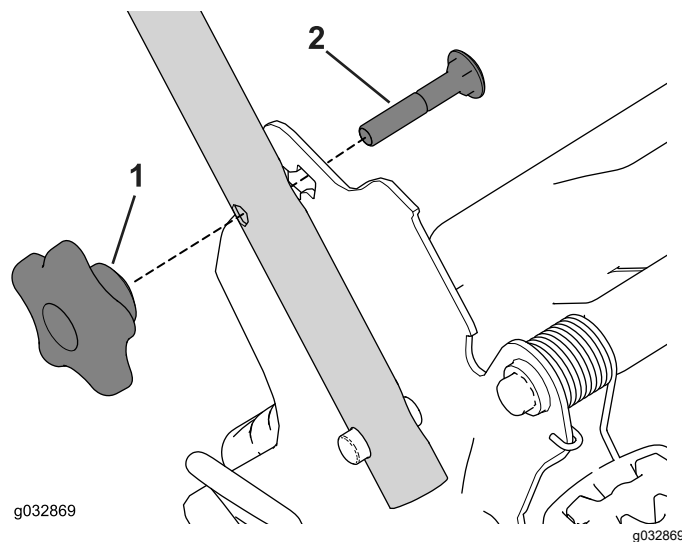

Рисунок 22
2. Снимите и сохраните две ручки и два каретных болта с кронштейнов рукоятки (Рисунок 22).